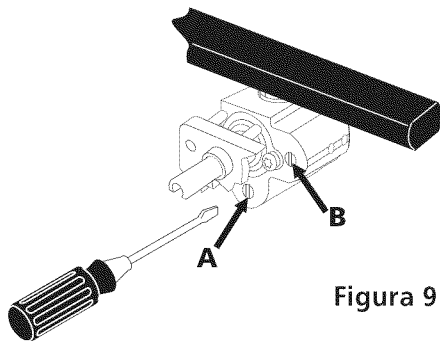

Figura 9
- e. El tamaño de la flama de la porción posterior del quemador puente puede aumentarse o disminuirse dándole vuelta al tornillo **A** (vea Figura 9). Utilice el tornillo **B** para ajustar el tamaño de la llama de la porción central del quemador puente o del quemador triple. Dé vuelta en sentido opuesto de las manecillas del reloj para aumentar el tamaño de la llama. Dé vuelta en sentido a las manecillas del reloj para